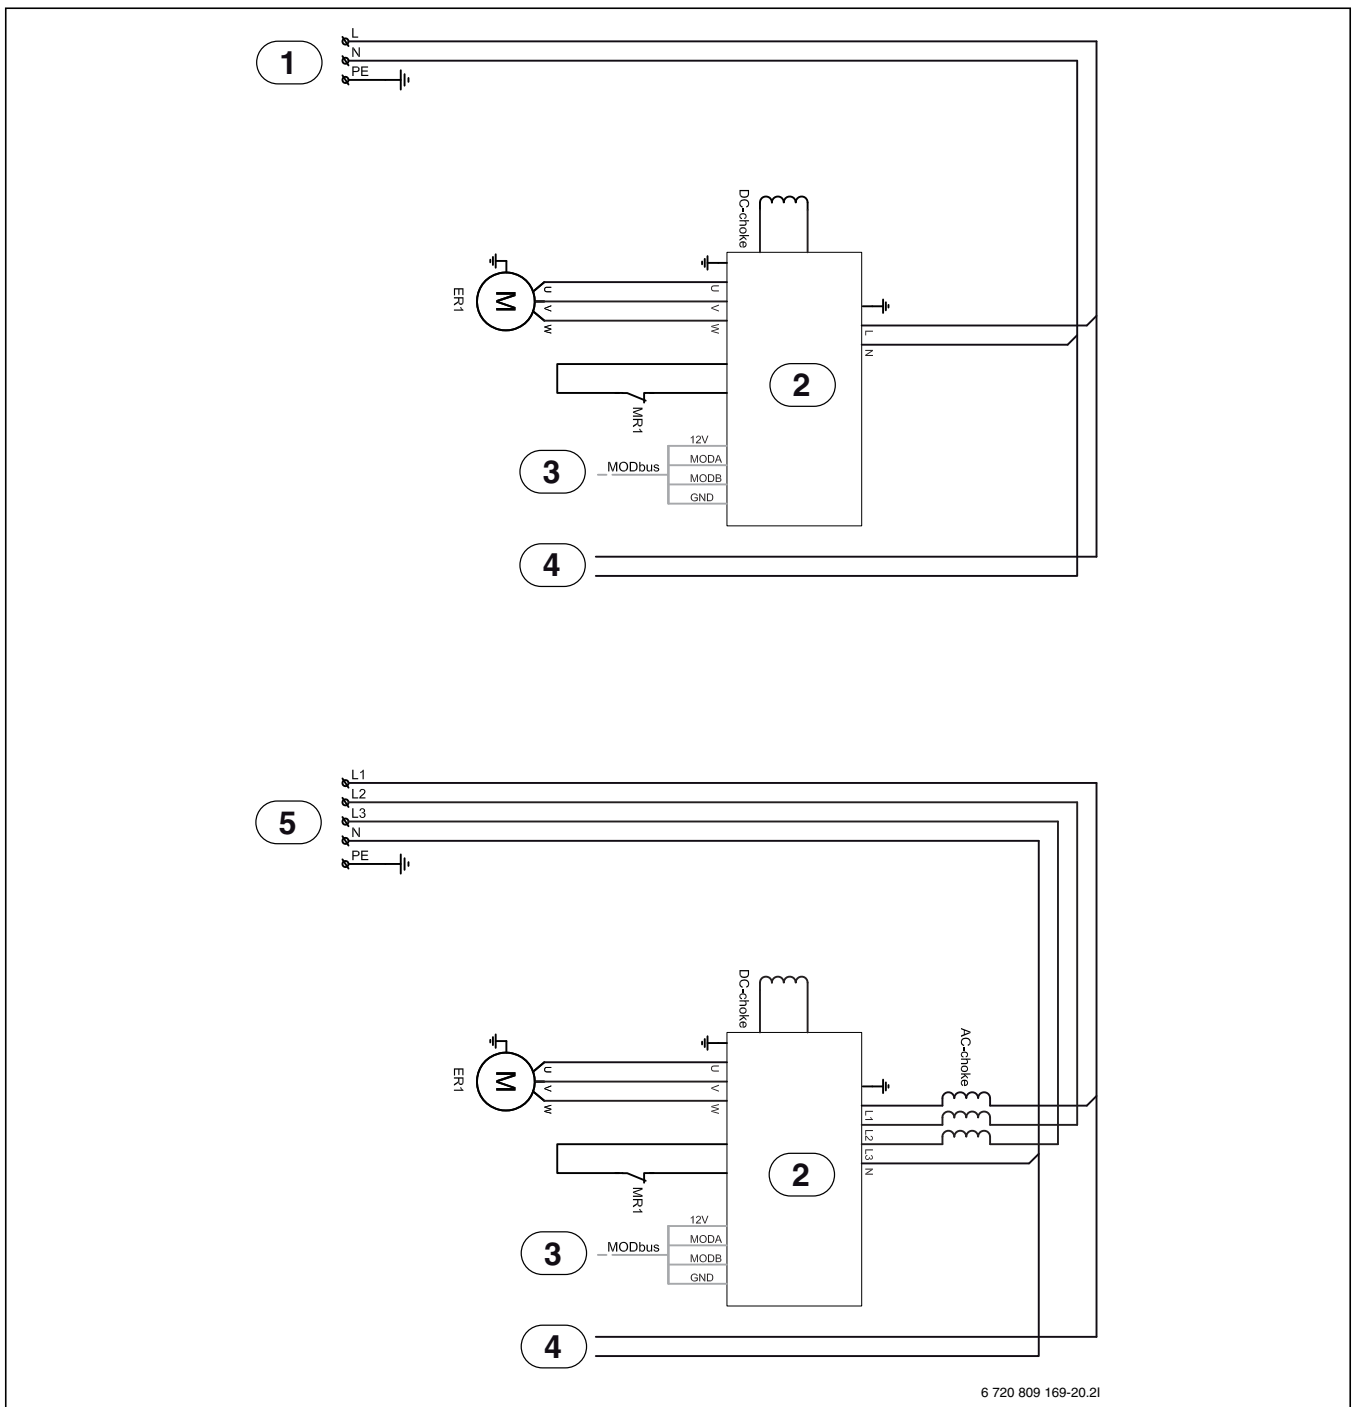

Fig. 19 Tensione di alimentazione elettrica per convertitore
- [1] Tensione di esercizio, 230 V~ ([4] fig. 19)
- [2] MOD-BUS da inverter ([3] fig. 19)